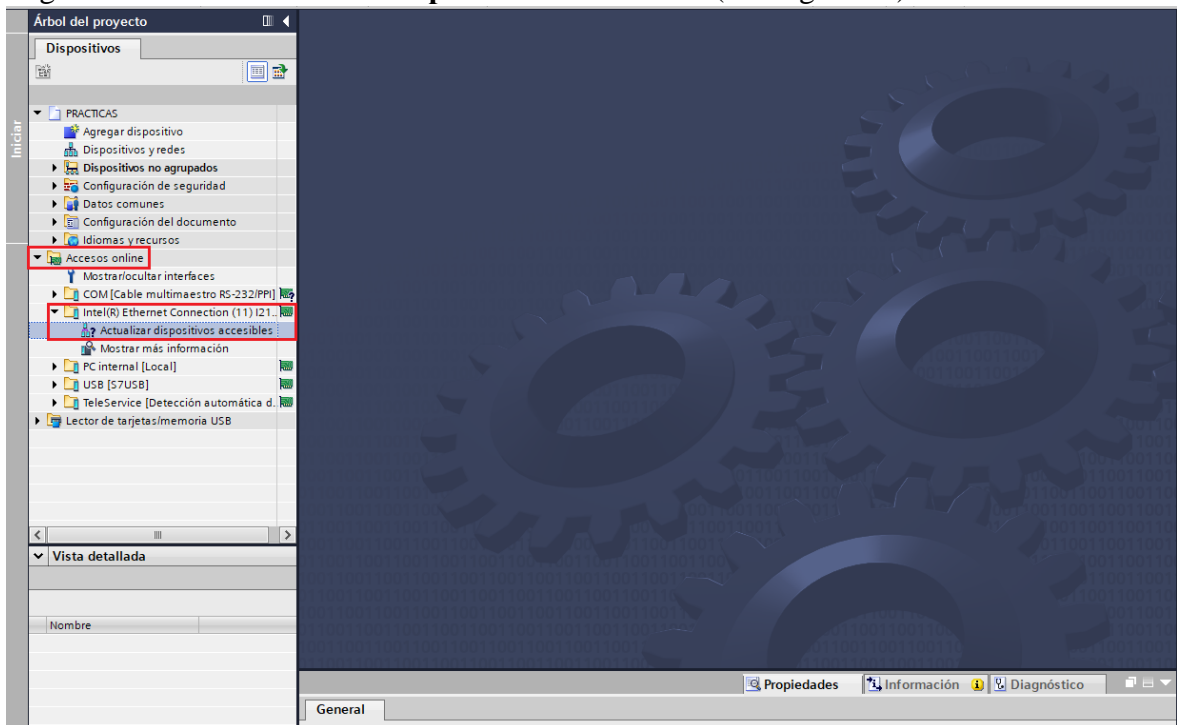

Figura 12. Accesos online.
- (1) Para realizar la configuración de la dirección IP del variador de frecuencia, se debe ubicar en el “Árbol de proyecto” y luego hacer clic en “Accesos online”, luego hacer doble clic en la tarjeta ethernet de la cual se dispone, en este caso será “Intel(R) Ethernet Connection (11) I219-V”, luego dar clic en “Actualizar dispositivos accesibles” (ver Figura 12).